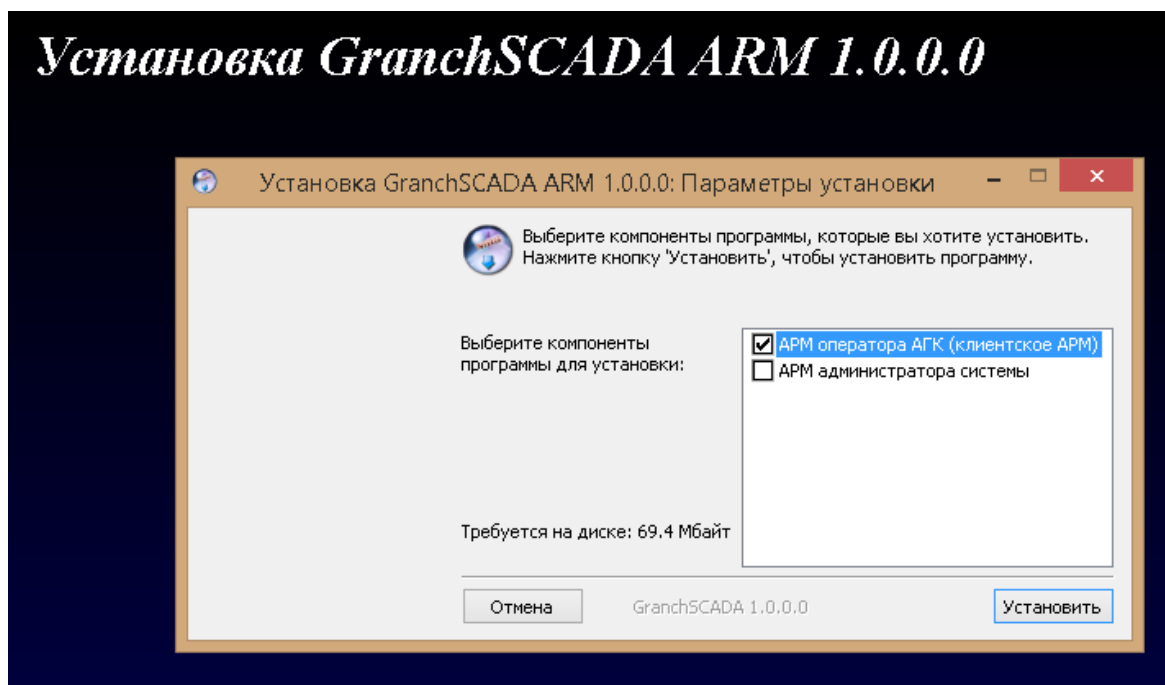

Рисунок 1 – Окно выбора необходимого пакета программного обеспечения
3.1 Запустить «Setup GranchSCADA ARM x64.exe» и выбрать необходимый пакет программного обеспечения для установки (АРМ оператора АГК или АРМ администратора системы АГК) и нажать кнопку «Установить» (рисунок 1).